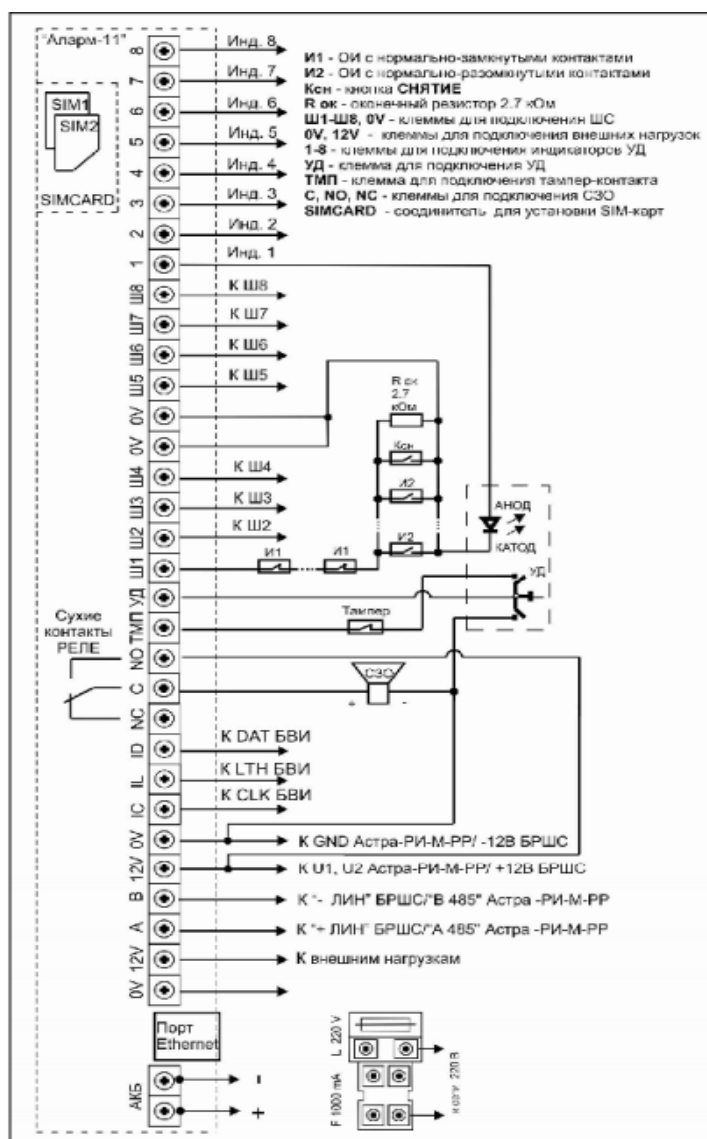

Рисунок 25. Схема подключения прибора «Аларм-11»
3. Все входные и выходные цепи подключаются к прибору через клеммные колодки и соединители, расположенные внутри прибора (Рис.25):